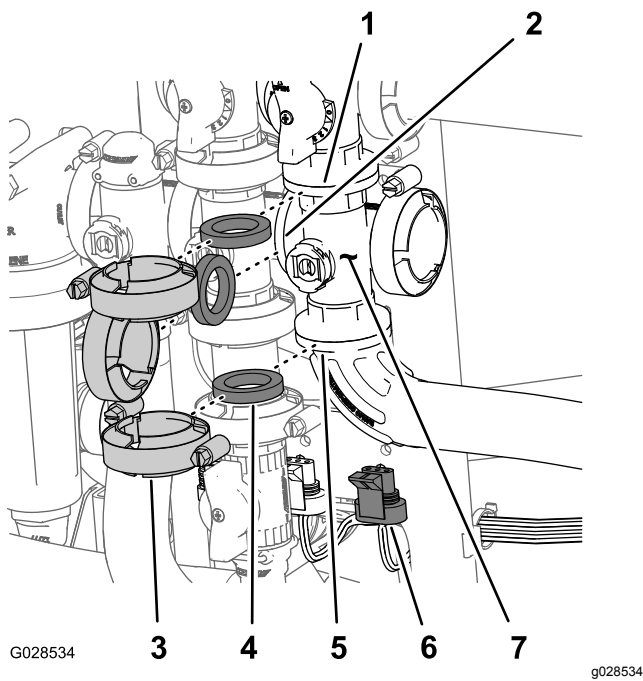

Figure 87
1. Retirez les colliers et les joints qui fixent le collecteur de la vanne maîtresse des rampes (Figure 87) à la vanne de dérivation de la vanne maîtresse, la vanne d'agitation et le raccord à bride à 90° (au bout du flexible du débitmètre).